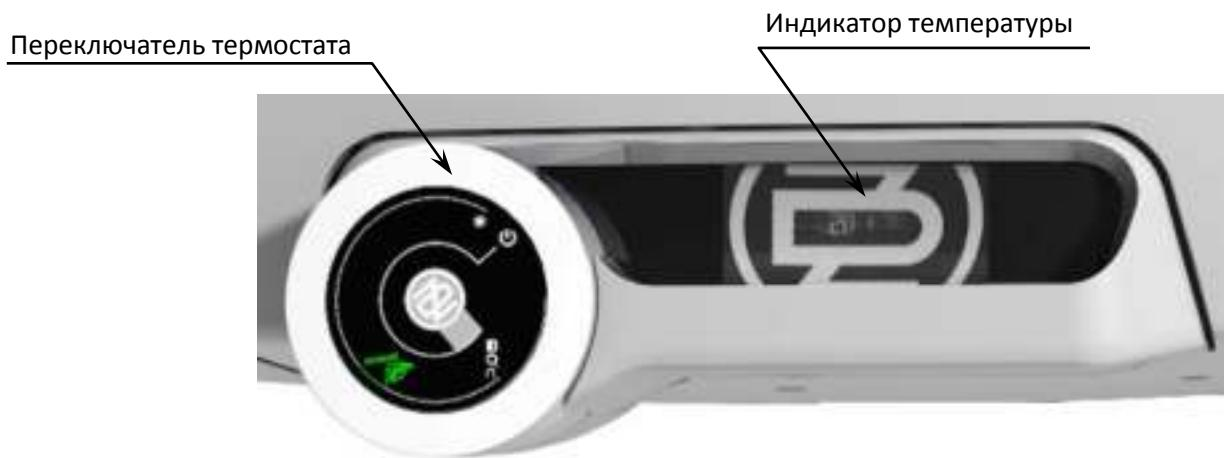

Рисунок 9
Подключение выполнить по схеме подключений. Подключения, сделанные на заводе, менять запрещается! (Рисунок 9). Степень защиты электрических частей водонагревателя - IP 44. Потребляемая мощность электрического элемента 2000 Вт (OKHE ONE 50-120), 1100 Вт (OKHE ONE 30).
- Схема электрического включения приложена к нагревателю на крышке электропроводки (Рисунок 9)